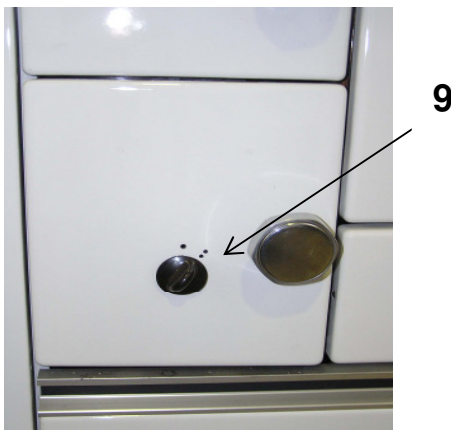

Bild 4
Die Verbrennungsluft wird durch den Primärluftregler an der Aschentür (Bild 4, Position 9) reguliert. Das Zeichen an der Aschentür zeigt die Öffnungs- und Schließrichtung des Schiebers.
- Primärluftregler auf höchsten Lufteinlass Stufe 3 öffnen (Bild 4, Position 9)